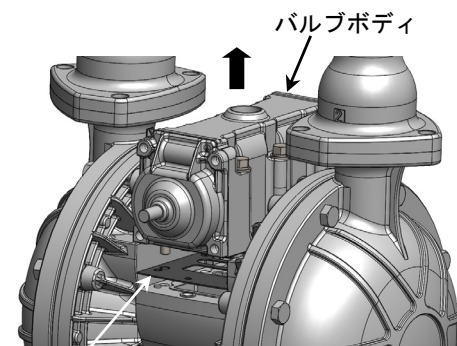

Fig.1
- 2) バルブボディ固定用ボルトを緩め、ポンプ本体からバルブボディおよびガスケットを取り外してください。(Fig.1)